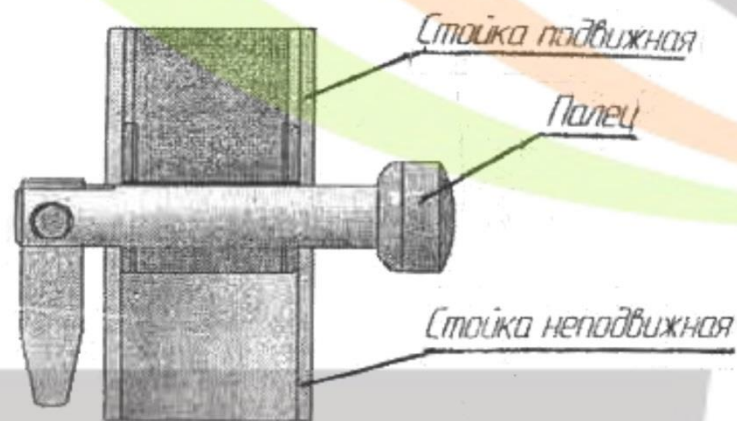

Рис.5. Установка высоты перекладины на стойке в сборе с подставкой
5. Регулировка стержня перекладины по высоте осуществляется перемещением с одной стороны в неподвижной, а с другой стороны перемещением подвижной головки по стойке навесной, с фиксацией их пальцами (см. рис. 5,6).